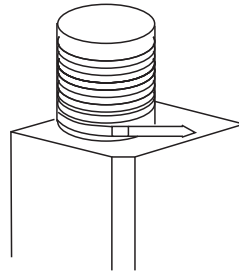

Fig. 04
**3.5.3** Ajuste a altura do duto interior para a posição de fixação do suporte do duto interno e fixe-o com um parafuso, depois de ajustar a posição, fixe o corpo com dois parafusos. **Fig. 04.**